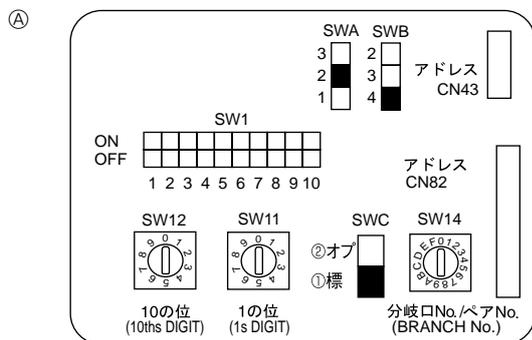

Fig. 4-4
4.5. Impostazione degli indirizzi (Fig. 4-4)